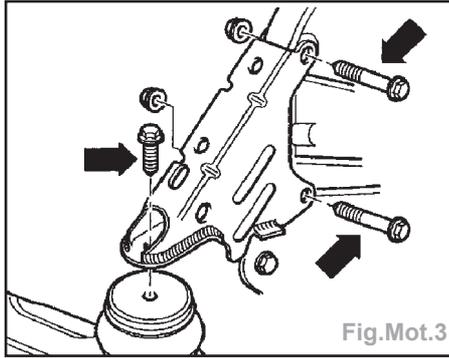

Fig.Mot.3
- Dévisser les vis de supports de boîte et du moteur et extraire le support avant (Fig.Mot.3).